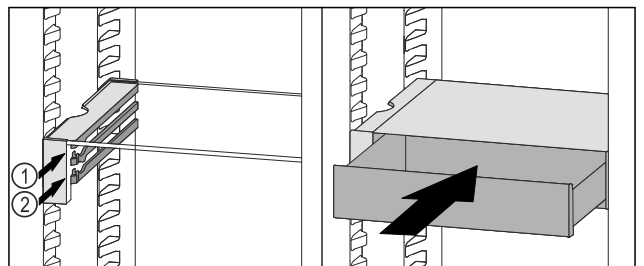

Fig. 70
- ▶ Aseta VarioSafe-vetolaatikko rajoittimien taakse halutulle kannattimelle Fig. 70 (1) tai Fig. 70 (2).